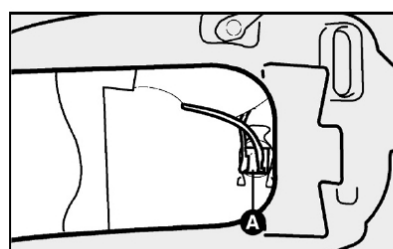

fig. 28
- 2) soltar o conector A-fig. 28 de alimentação da lâmpada;